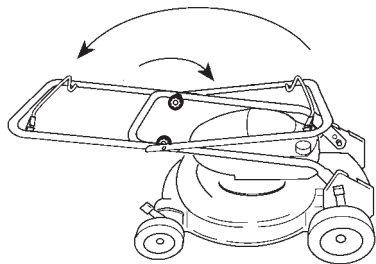

Abbildung 30
2. Die Griffstange zur Vorderseite des Rasenmähers drehen (Abb. 30).
3. Die Knöpfe lösen, mit denen der obere Griffstangenteil am unteren Teil befestigt ist, und den oberen Griffstangenteil zur Hinterseite des Rasenmähers in Lagerungsposition zurückklappen (Abb. 30).